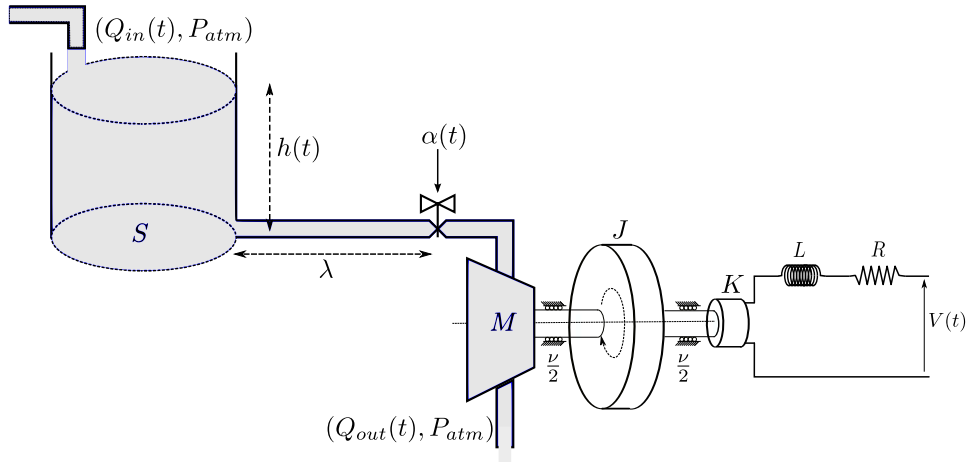

Figure 6: Centrale hydro-électrique (modèle simplifié)
Exercice 4 (installation hydro-électrique) Nous considérons le modèle simplifié de centrale hydroélectrique représentée à la figure 6.
4. proposer un modèle de Bond Graph pour l'ensemble de la partie hydraulique du réseau de la Figure 6.
5. écrire le modèle de Bond Graph pour la partie électromécanique du réseau de la figure 6.